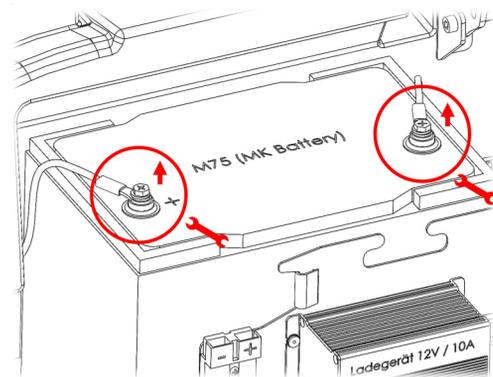

Abb. 2
- Polklemme am Minuspol (-) abklemmen. (Abb. 2)
- Polklemme am Pluspol (+) abklemmen. (Abb. 2)